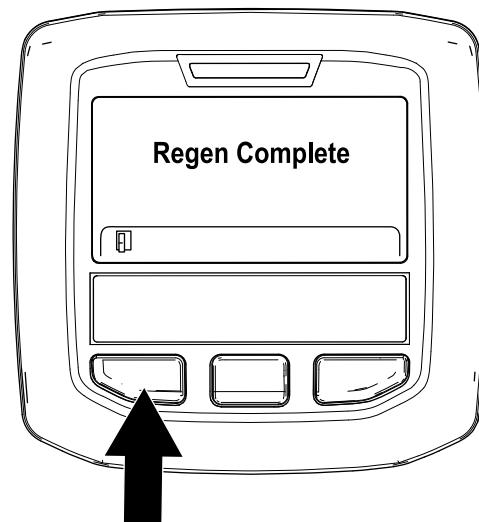

Figure 42
- La régénération stationnaire est terminée lorsque le message "Régénération terminée" s'affiche sur l'InfoCenter. Appuyez sur le bouton gauche pour revenir à l'écran d'accueil (Figure 42).